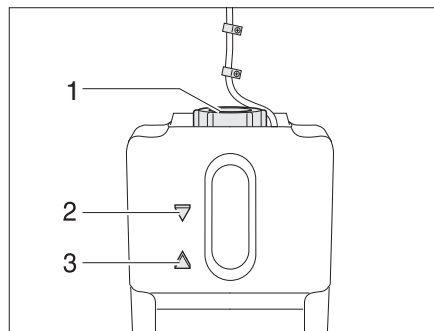

Fig. 359 Vaso d'espansione del riscaldamento ad acqua calda
- Controllare se il livello del liquido nel vaso d'espansione (Fig. 359) è tra la riga del "MIN" (Fig. 359,3) e del "MAX" (Fig. 359,2).
- Aprire il coperchio (Fig. 359,1) del vaso di espansione.